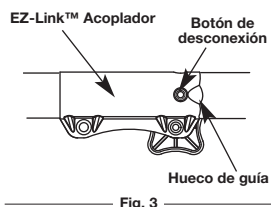

Fig. 3
- Opima y sostenga el botón de desconexión (Fig. 3).
NOTA: La alineación del botón de desconexión con el hueco de guía facilitará la instalación (Fig. 3).